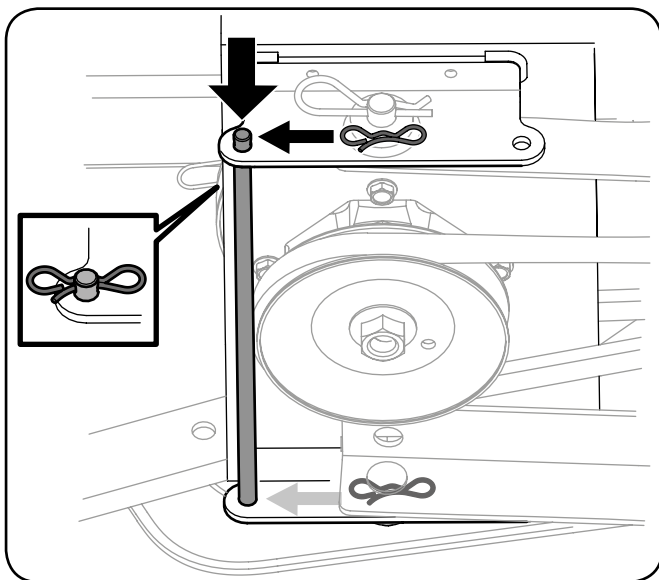

Рисунок 3-27
7. Снова вставьте палец в тыльную часть несущей платформы и зафиксируйте его по месту двумя снятыми ранее пружинными шплинтами (см. рис. 3-27).